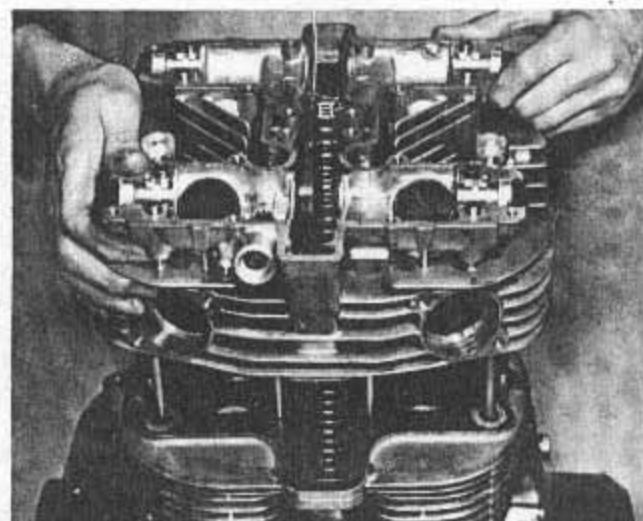
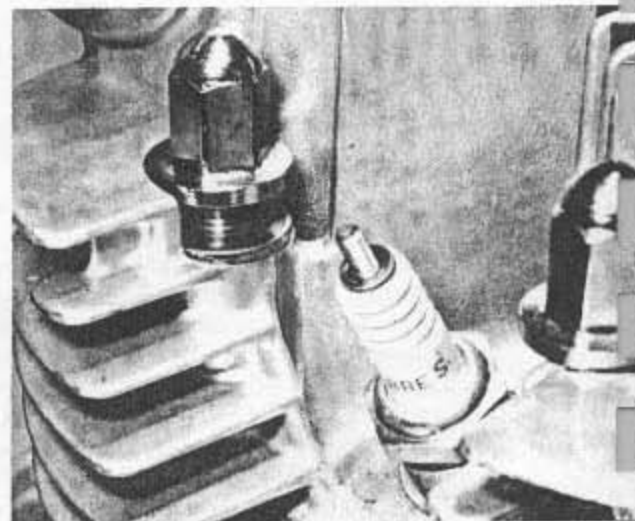

Bild 147
Bild 148
- Während die Steuerkette durch den Schacht nach oben geführt wird, schiebe man den Zylinderkopf nach unten auf die Kopfdichtung (Bild 147). Kette gegen Hinunterfallen sichern. Zylinderkopfschrauben, Muttern und Unterlagscheiben anbringen. Man beachte, dass die vier äusseren Stehbolzen mit Kupferdichtscheiben versehen sind (Bild 148), um Öllecks zu verhindern, da die Bolzenbohrungen gleichzeitig als Ölkanäle dienen.